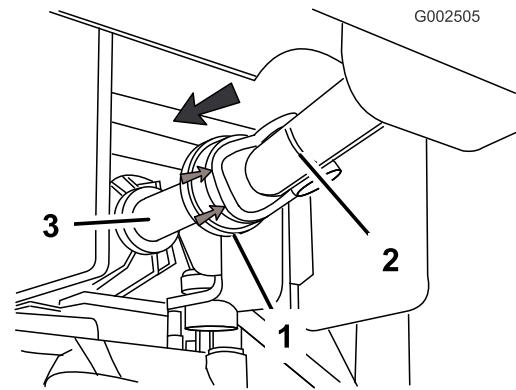

Bild 10
1. Fluchten Sie am vorderen Joch des Zapfwellenantriebs die Fassung des vorderen Joch mit den Spindeln der Abtriebswelle am Getriebe aus (Bild 10).
2. Ziehen Sie die Federsperre (Gummihäube) vorne am vorderen Joch des Zapfwellenantriebs nach hinten (Bild 10).
3. Schieben Sie die Fassung des vorderen Jochs über die Spindeln der Abtriebswelle (Bild 10).
4. Drücken Sie die die Federsperre des vorderen Jochs des Zapfwellenantriebs nach vorne (Bild 10).
5. Ziehen Sie die vordere Hälfte der Antriebswelle zurück, um sicherzustellen, dass die Arretierbälle der Federsperre im Schlitz der Zapfwellenabtriebswelle sitzen (Bild 10).